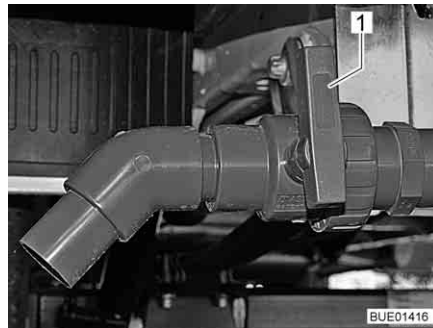

Bild 234 Ablasshahn
- Griff (Bild 234,1) des Ablasshahns in Fließrichtung drehen.